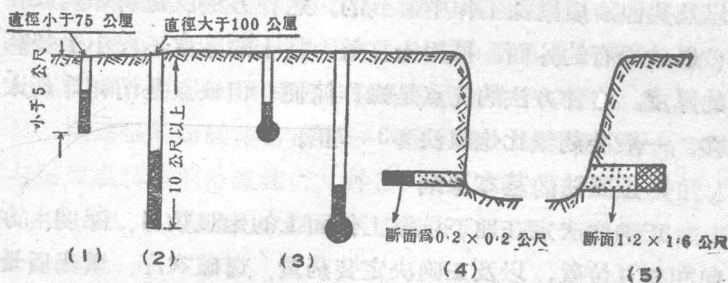
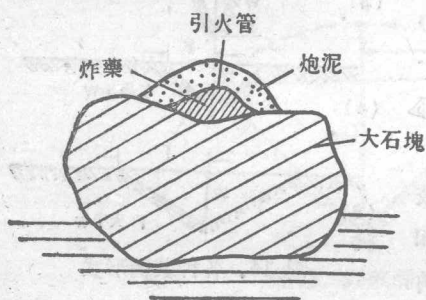

图 15. 爆破法
图 16. 裸露装药爆破法
5. 爆破方法简述 普通爆破方法有：炮眼法、深孔法、药壶法、蛇穴法和峒室法(图15)及裸露装药爆破法(图16)。